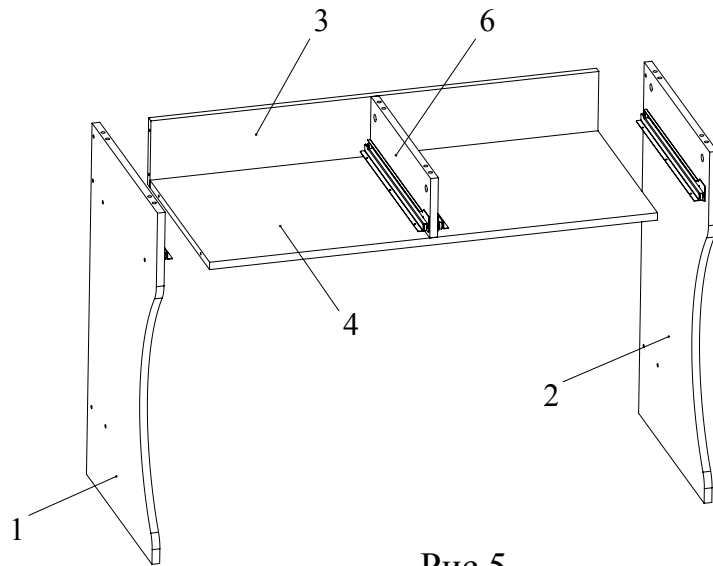

Рис.5
6. Стянуть конфирматами 7x50 боковины 1, 2 с царгой 3 и полкой 4 (Рис. 5).
(Рис.5)